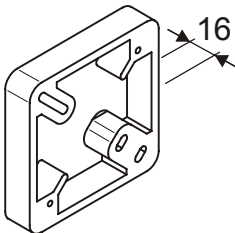
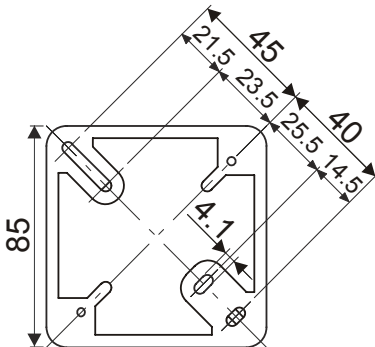

Рис. 4
Рис. 5
1. Закрепите дополнительное основание AI330 на стене или в гнезде для скрытого монтажа с помощью двух винтов, Ø макс. 4 мм (рис. 4, рис. 5).